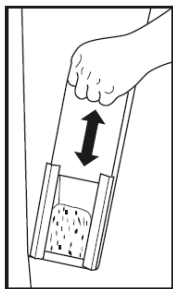

РИС. 16
- Очистить дымовой боров от золы, используя специальные лючки (рис. 16).